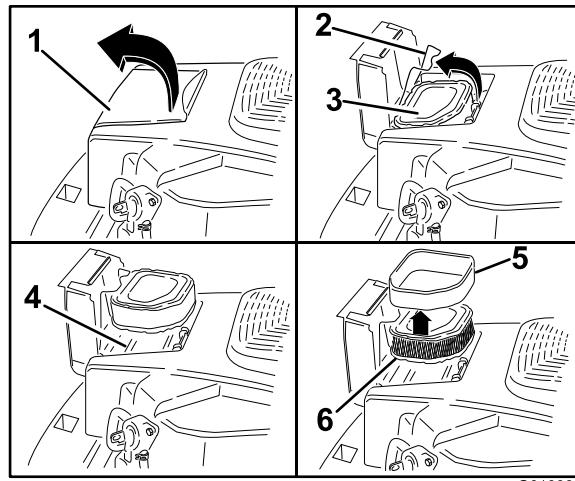

Figure 38
1. Ouvrez le couvercle du filtre à air situé sur le carter ventilateur pour accéder à l'élément du filtre à air (Figure 38).
2. Ouvrez le verrou et retirez le filtre à air (Figure 38).